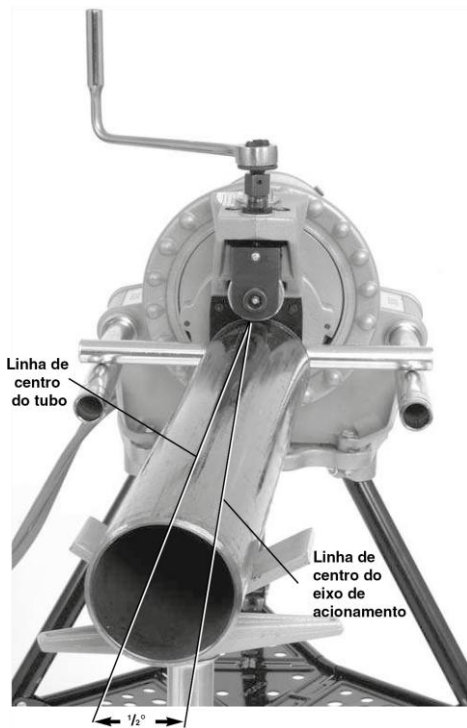

Figura 9 – Compensação de 1/2° do tubo em direção ao operador (exagerado)
7. Compense levemente o tubo e os suportes aproximadamente 1/2° (cerca de 1" de sobreposição a 3 m (10 pés) da ranhuradora de tubos) em direção ao operador. O alinhamento correto do tubo e da ranhuradora de tubos ajuda a garantir o curso do tubo durante a operação de abertura de ranhura (veja a Figura 9).
- Aumente levemente a compensação do tubo em direção ao operador (aumente de 0,5° para 1°) (Veja a Figura 9).